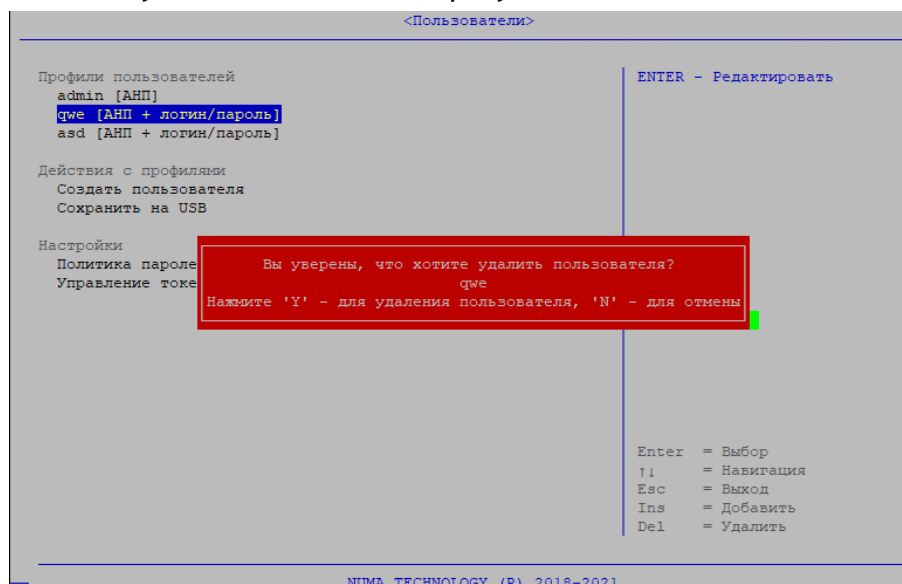

Рисунок 55 – Вид операции подтверждения удаления пользователя
- в диалоге запроса на подтверждение удаления выбрать клавишу «Y» для удаления пользователя или клавишу «N» для отмены (см. рисунок 55).